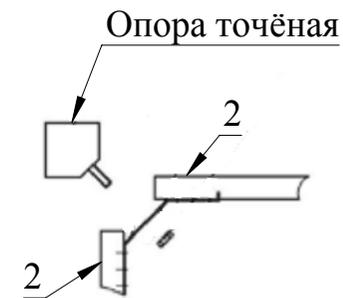

Рис.5
6. Опоры точёные объединить с деталями 1, 2 через угловое крепление; притянуть гайками при помощи гаечного ключа (Рис. 5).